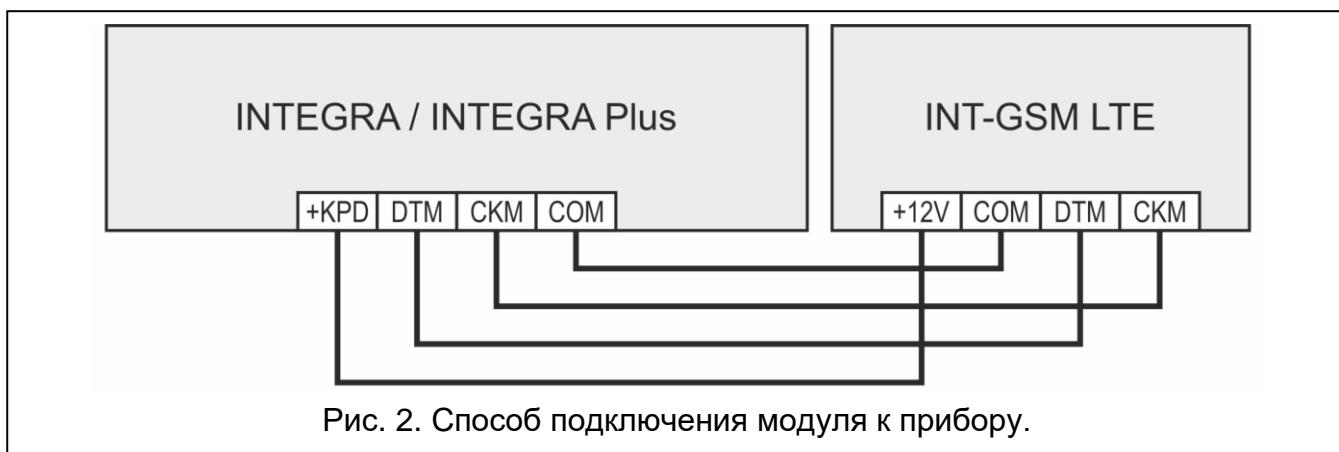

Рис. 2. Способ подключения модуля к прибору.
- Клеммы +12V, COM, DTM і CKM модуля подключите к клеммам прибора (рис. 2). Для подключения клемм +12V и COM используйте гибкие провода с сечением 0,5-0,75 мм² или жесткие провода с сечением 1-2,5 мм². В случае использования для подключения клемм DTM и CKM кабеля типа «витая пара», следует помнить, что сигналы CKM (clock) и DTM (data) не должны передаваться одной витой парой проводов. Провода должны подводиться в одном кабеле.